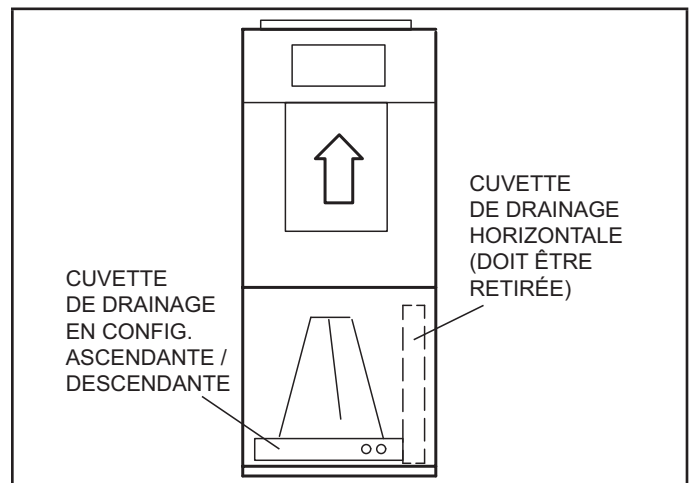

FIGURE 1. Configuration ascendante
- 4 - Après avoir retiré la cuvette de drainage horizontale, placez l'appareil à l'endroit souhaité. Assurez-vous que l'unité est d'aplomb. Connectez les plénums d'alimentation et de retour d'air à l'aide de vis à tôle comme illustré à la figure 1.